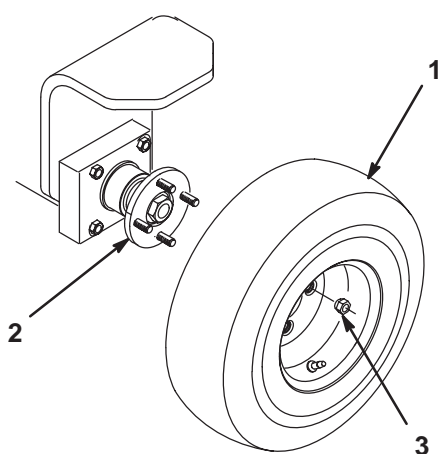

図 1
1. 後ホイール・ハブにホイール・アセンブリを取り付ける（図1）